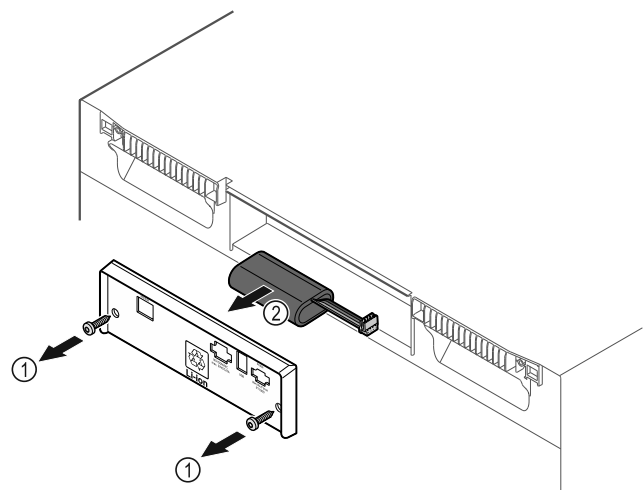

Fig. 235
- ▶ Schrauben herausdrehen und Abdeckung auf der Rückseite des Gerätes entfernen Fig. 235 (1).
- ▶ Batterie abstecken und herausnehmen Fig. 235 (2).